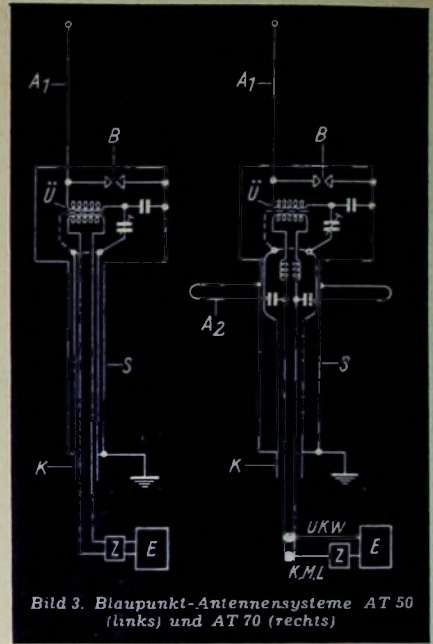

Bild 3. Blaupunkt-Antennensysteme AT 50 (links) und AT 70 (rechts)
Der schematische Aufbau der neuen Blaupunkt-Antennen geht aus Bild 3 hervor. Die Stabantenne (A1) wird auf dem Hausdach unter Verwendung des Standrohres (S) so befestigt, daß sie sich außerhalb des Störnebels befindet. Vom Fußpunkt der Stabantenne führt ein abgeschirmtes, symmetrisches Kabel (K) zum Empfänger (E). Zur Anpassung der Antenne an das Kabel dient der Transformator (U). Er verwendet einen Kern aus Spezialmaterial, der vor kurzem neu entwickelt worden ist und eine verlustfreie Übertragung breiter Frequenzbänder gestattet. Die Wicklung wurde so aufgebracht, daß Verluste weitgehend vermieden werden. Innerhalb des Standrohres sind der mit einer Kompensationsschaltung versehene Transformator und die Blitzableitungselemente (B) dicht unterhalb des Isolators eingebaut. Auf diese Weise ergibt sich ein ausreichender Schutz gegen Witterungseinflüsse. Der Empfängerüberträger (Z) paßt die Antenne praktisch jedem beliebigen unsymmetrischen Gerätezugang an.